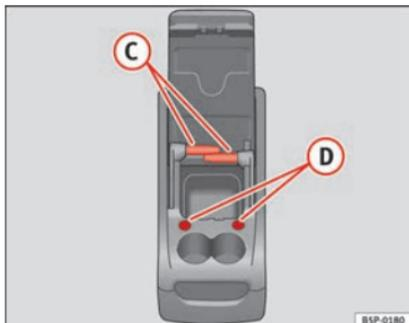

Fig. 92 Portaobjetos móvil. Funciones.
Para utilizar la mesa (C) » fig. 92, se ha de extraer de su alojamiento en el lateral del portaobjetos móvil y colocarla en su alojamiento (D) » fig. 92 en la parte frontal del portaobjetos móvil.